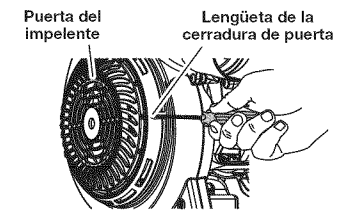

Fig. 4
1. Localice el agujero en la puerta del impelente. La lengüeta de traba está empotrada en el agujero en dirección al frente de la sopladora (Fig. 4). Inserte un destornillador plano en el agujero, apriete la lengüeta de traba hacia dentro y levante la puerta para liberar el cierre.